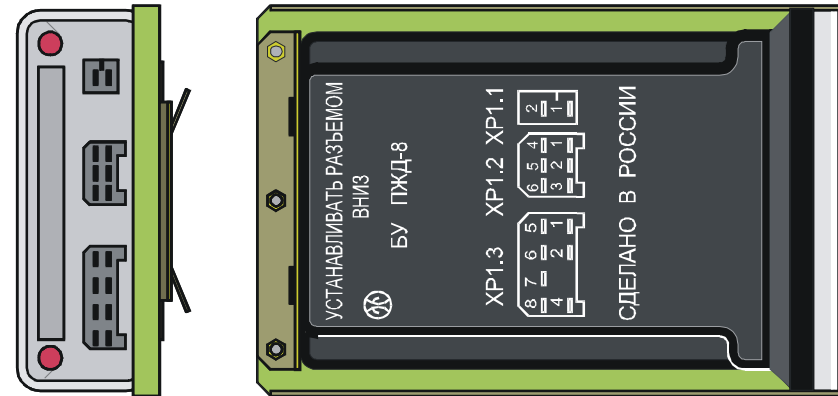

Рисунок 6 - Блок управления
- блока управления (БУ рисунок 6) .
Запуск, работу на "полном" и "частичном" режимах, а также диагностику и аварийное отключение подогревателя обеспечивает электронный блок управления (рисунок 6).